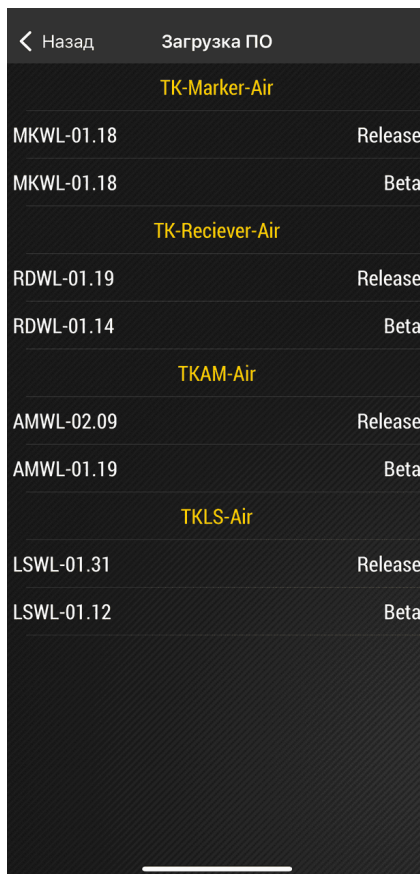

Рис.43. Меню «Загрузка ПО»
3. После этого произойдет загрузка всех доступных прошивок (Рис.43).